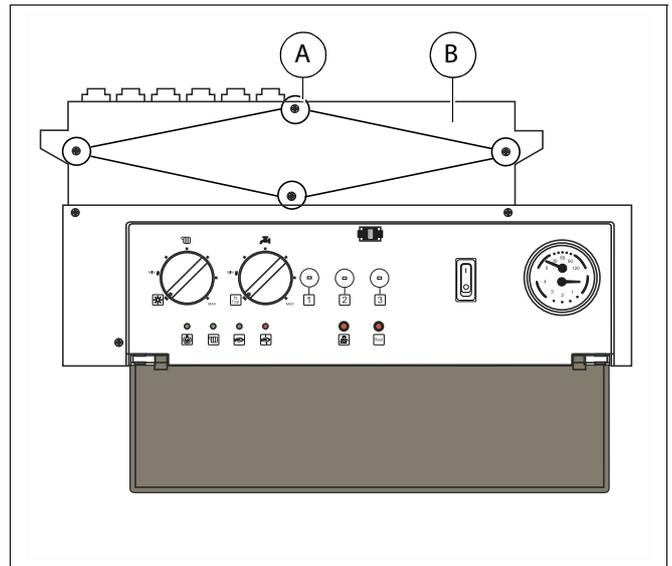

Fig. 49 Stabilire la posizione dei Jumper.
- Per rendere accessibile la zona di collegamento, svitare le quattro viti (**fig. 49, pos. A**) e rimuovere il pannello (**fig. 49, pos. B**).